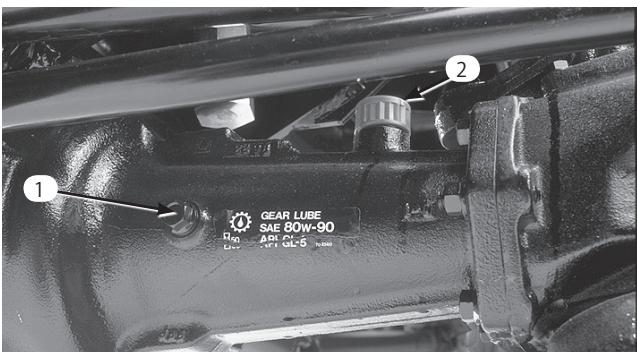

図19
2. 点検プラグを取り、オイルが各穴の下の縁まであることを確認する。不足している場合は、補給プラグ(図19&20)を外して点検プラグの穴の下まで補給する。